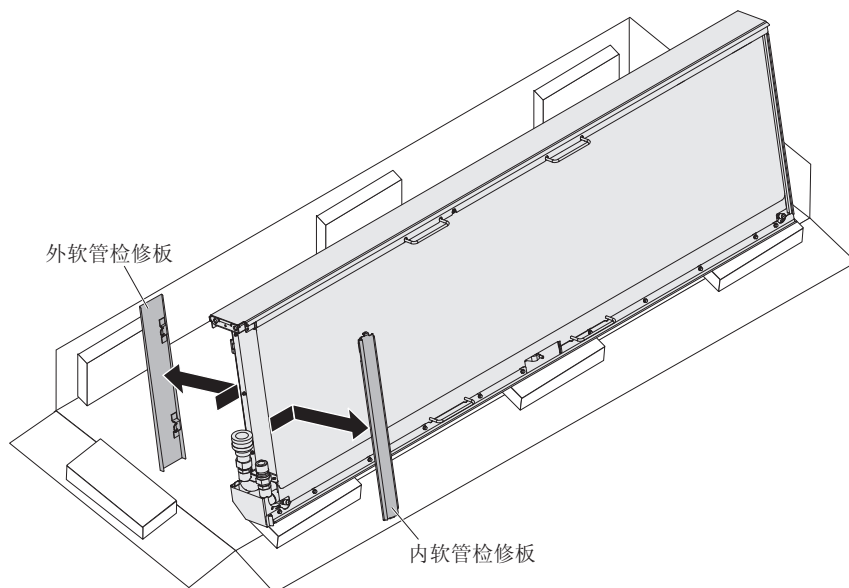

图 57. 将热交换器旋转 90°，然后卸下软管检修板
6. 一个人稳稳扶住放在包装衬垫上的热交换器，另一个人则卸下内外软管检修板。将操作面板向上推出，以将其卸下。请参阅图 57。将软管检修板放在一旁。